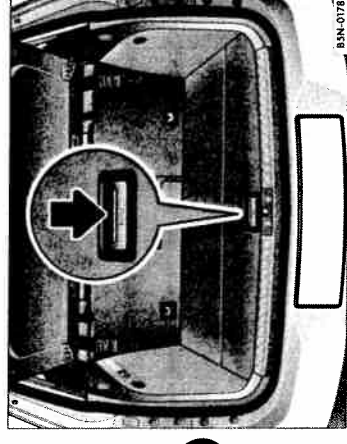

Fig. 109 Ridicarea mochetei variabile a portbagajului.
- Apăsăți pe mânerul **[PRESS]** ⇒ fig. 109 (săgeata) din mocheta variabilă a portbagajului, pentru a ridica mânerul.
- Apăsăți pe mânerul **[PRESS]** ⇒ pagina 115, fig. 109* (săgeata) din mocheta variabilă a portbagajului, pentru a ridica mânerul.